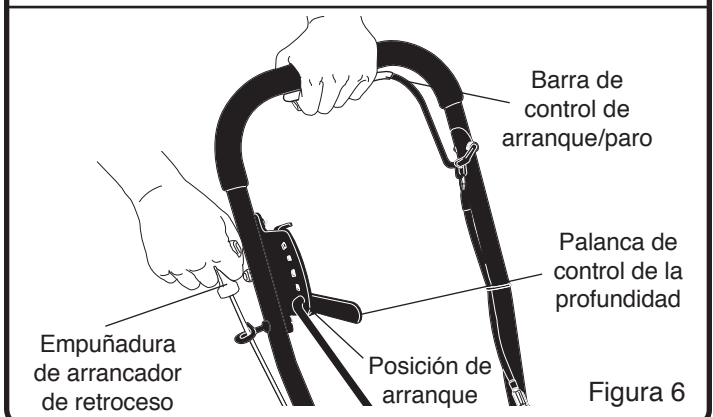

Figura 6
2. Mover la palanca de control de la profundidad a la posición de arranque. (Véase la Figura 6).
4. Sujetar firmemente el asidero de la bordeadora con la mano izquierda y tirar de la barra de control de arranque/paro contra el asidero. (Véase la Figura 6).
5. Asir firmemente la empuñadura del arrancador de retroceso con la mano derecha. (Véase la Figura 6).